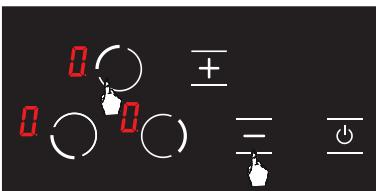

Afbeelding 20
3. Het kinderslot wordt nu ingeschakeld en het pictogram verschijnt op alle kookplaten. (zie Afb. 20) De en pictogrammen verschijnen alternerend als een van de kookplaten heet is.